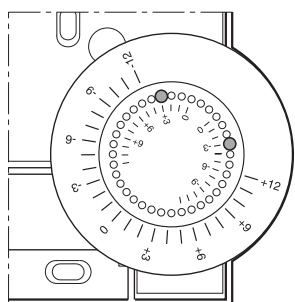

Figure 6: Limiter la plage de réglage
- Déplacez les deux petites goupilles pour limiter la plage de réglage (voir Figure 6). Pour cela, aidez-vous de l'échelle intérieure: à la Figure 6, les goupilles sont réglées de façon à ce que la molette de réglage ne puisse être réglée que de $\pm 3\text{ }^{\circ}\text{C}$ autour du point d'origine.